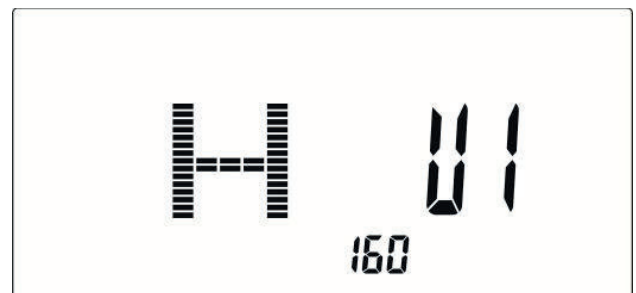

Abbildung 2
4. Geben Sie dann Geschlecht, Alter, Größe (Abb. 2) und Gewicht mit dem Drehrad ein und bestätigen Sie jede Eingabe mit MODE.